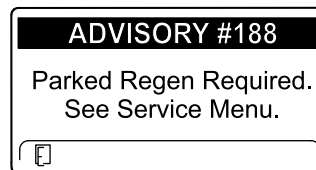

Bild 76
- Eine geparkte Regenerierung ist erforderlich, ADVISORY #188 (Bild 76)